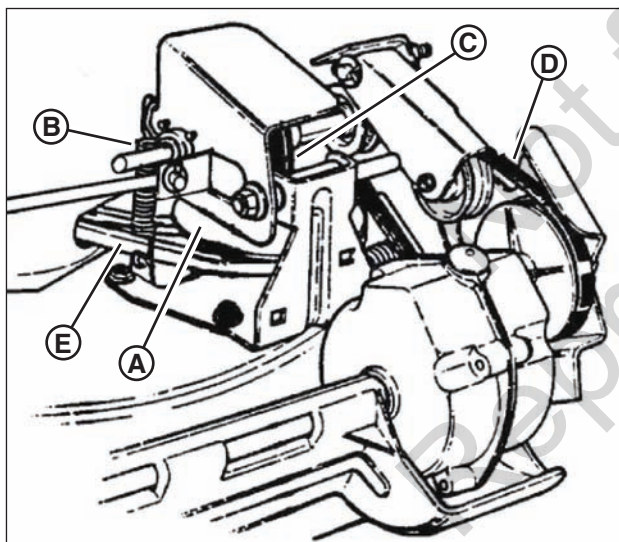

Figure 23: Composants d'entraînement de roue
1. De la graisse sur le disque d'entraînement (A, Figure 23) provoquant un glissement.
2. Ressort d'entraînement déconnecté ou brisé (B).
3. Le disque entraîné (C) est dérégulé.
5. Courroie en V (D) ou courroie d'entraînement du moteur (E) usée.